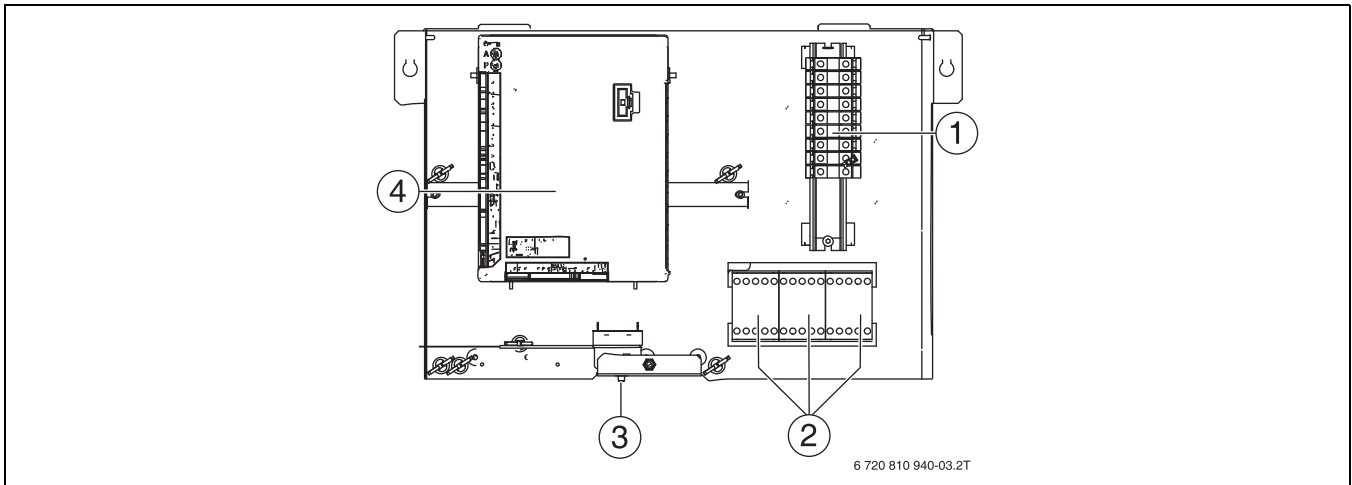

Bild 16 Anordnung im Schaltkasten
- Überhitzungsschutz zurücksetzen. Dafür die Taste auf der Unterseite des Schaltkastens drücken (→ [3], Abb. 16).